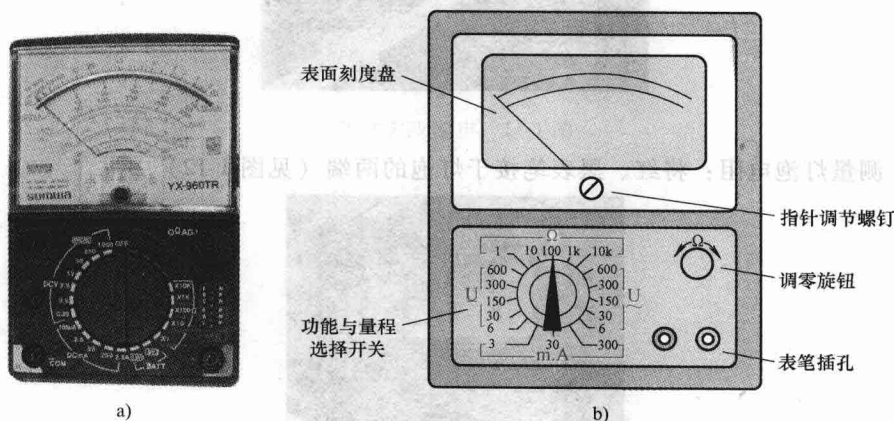

图 1-10 指针式万用表的面板
(2) 指针式万用表的面板 如图 1-10 所示，指针式万用表的面板由五部分组成，各部分的功能如下：